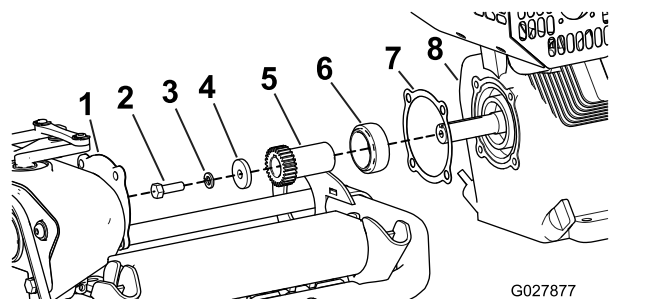

図 7
14. エンジンの出力シャフト関係の金具を全部外して保管する 図 7。